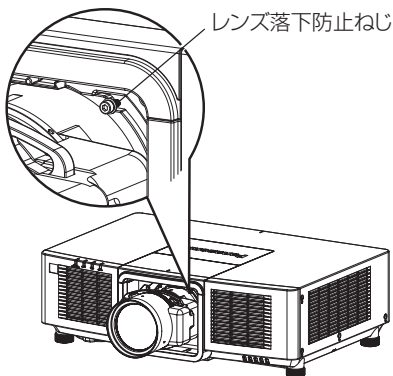

図1
1) 防じんスポンジを取り外す (図 1)
- ズームレンズ（品番：ET-EMU100）以外の投写レンズを取り付けている場合は、投写レンズの右側にあるねじを、六角ボールポイントドライバーで取り外してください。（図 1）